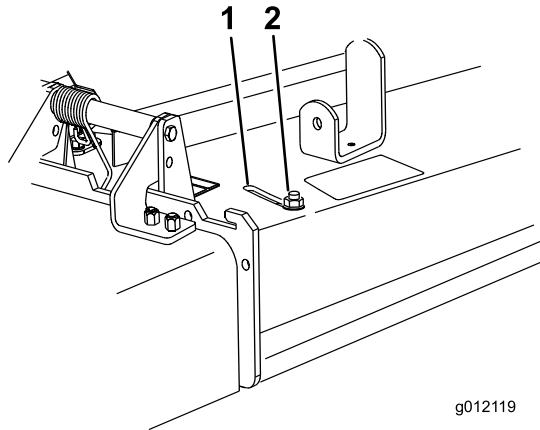

Figure 23
- Pour régler le déflecteur, desserrez l'écrou (Figure 23).